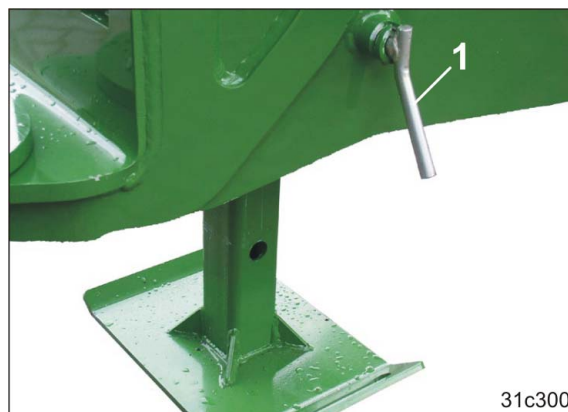
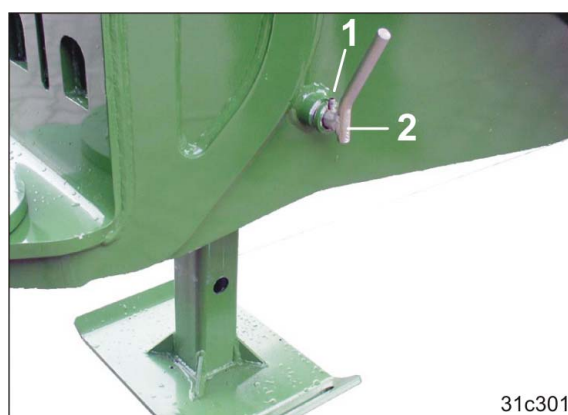
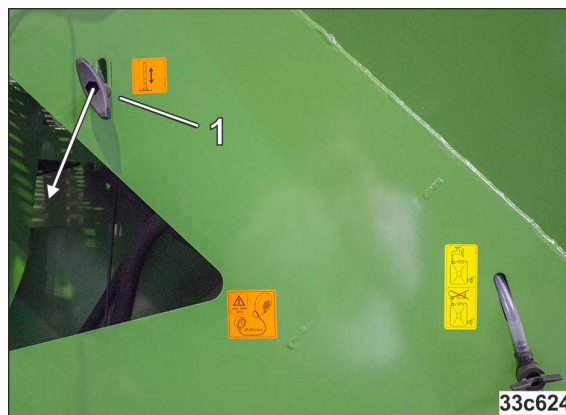

Рис. 98
Рис. 99
Рис. 100
8. Поднимайте нижние тяги трактора, пока опора (Рис. 100/1) не оторвется от земли.
- 13.1 Поверните зафиксированный палец (Рис. 98/1) на 180°, пока зажимная втулка (см. Рис. 99/1) не выйдет.
14. Удерживая трос (Рис. 100), вытяните палец (Рис. 99/2).
16. Зафиксируйте палец посредством его поворота (см. Рис. 98).